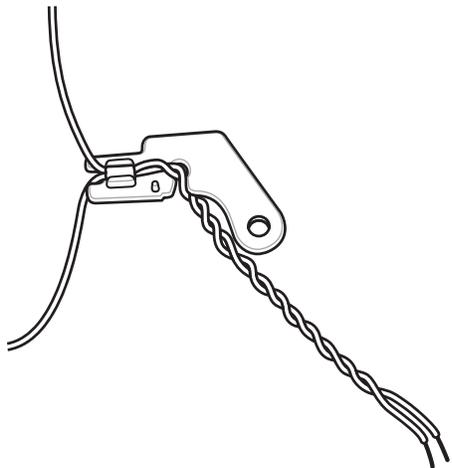

Рис. 3-27 Предварительно прикрепите провод к правому боковому кронштейну
2. Убедитесь в том, что правый боковой кронштейн предварительно прикреплен к проводу, как показано на *Рис. 3-27*.